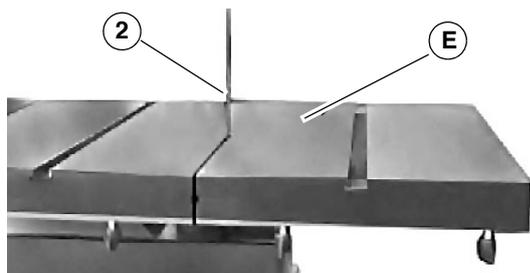

Abb. 10: Arbeitstisch montieren
Schritt 4: Den Arbeitstisch (Pos. E, Abb. 10) mit Hilfe einer zweiten Person auf dem Gestell positionieren und das Sägeband (Pos. 2, Abb. 10) durch die Aussparung am Tisch führen.